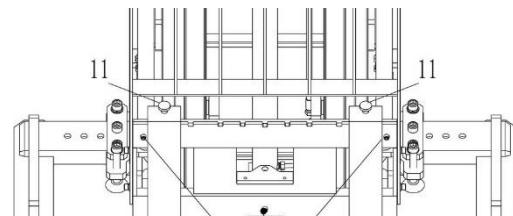

Рис.15: Замена вил
- Удалить предохранительный болт (10).
- Затяните установочный болт (23) после регулировки опорных вил.
- При регулировке опорных вил, пожалуйста, обратите внимание, что количество установочных пазов (21), выставляемых на каждой стороне ног штабелера, должно быть одинаковым. (Как показано на рис. 15, если одна сторона имеет 3 установочных паза (21), с другой стороны также должно быть 3).
- Вращайте по часовой стрелке опору (20) до тех пор, пока штабелер не поддомкратится.
- Открутите установочный болт (23)
- Отрегулируйте ногу (22) так, чтобы установочный болт (23) попал в установочный паз (21)
При регулировке опорных вил, пожалуйста, обратите внимание, что количество установочных пазов (21), выставляемых на каждой стороне ног штабелера, должно быть одинаковым. (Как показано на рис. 15, если одна сторона имеет 3 установочных паза (21), с другой стороны также должно быть 3).
- Надежно закрутите установочный болт (23)